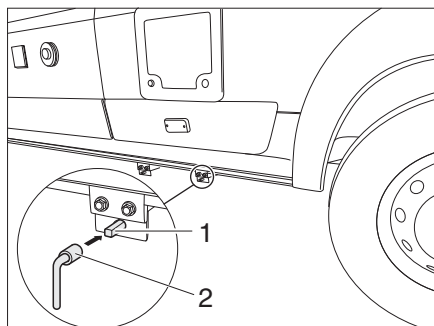

Fig. 127 Utilizzo del rubinetto di scolo delle acque grigie
- Inserire la chiave (Fig. 127,2) sul perno quadro (Fig. 127,1).
- Per aprire il rubinetto di scolo delle acque grigie ruotare il perno quadro (Fig. 127,1) di un quarto di giro in senso antiorario.